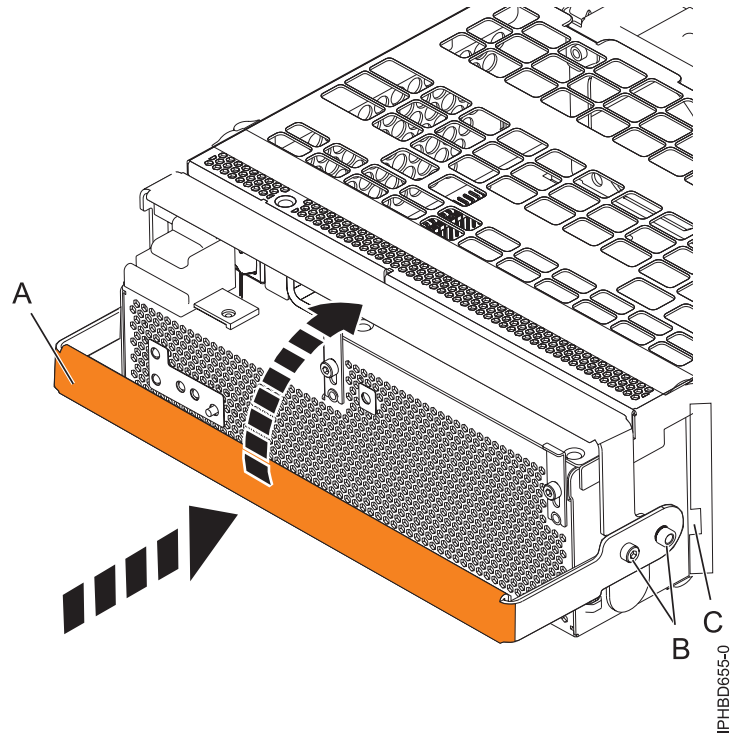

Figure 59. Remplacement d'un bloc d'alimentation
10. Pour remplacer l'alimentation électrique, avec la poignée de verrouillage (A) en position ouverte, insérez l'alimentation électrique dans l'unité d'extension comme indiqué à la figure 59, à la page 73.
11. Fermez le levier de verrouillage (A) jusqu'à ce que le bloc d'alimentation soit maintenu en place.